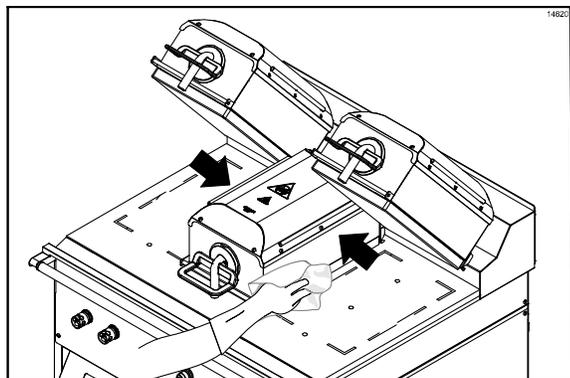

Figura 63
34. Enjuague ambos lados de la placa central. (Vea la figura 63.)